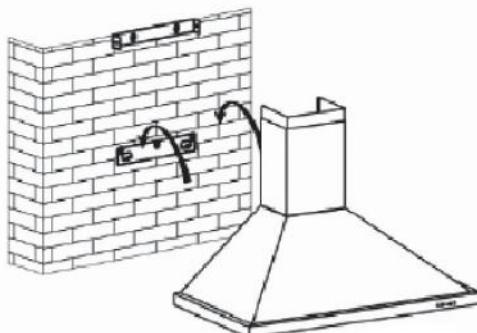

Fig. 2
- Posez et fixez le corps de la hotte sur ce support avec les vis prévues en dotation (fig. 2).